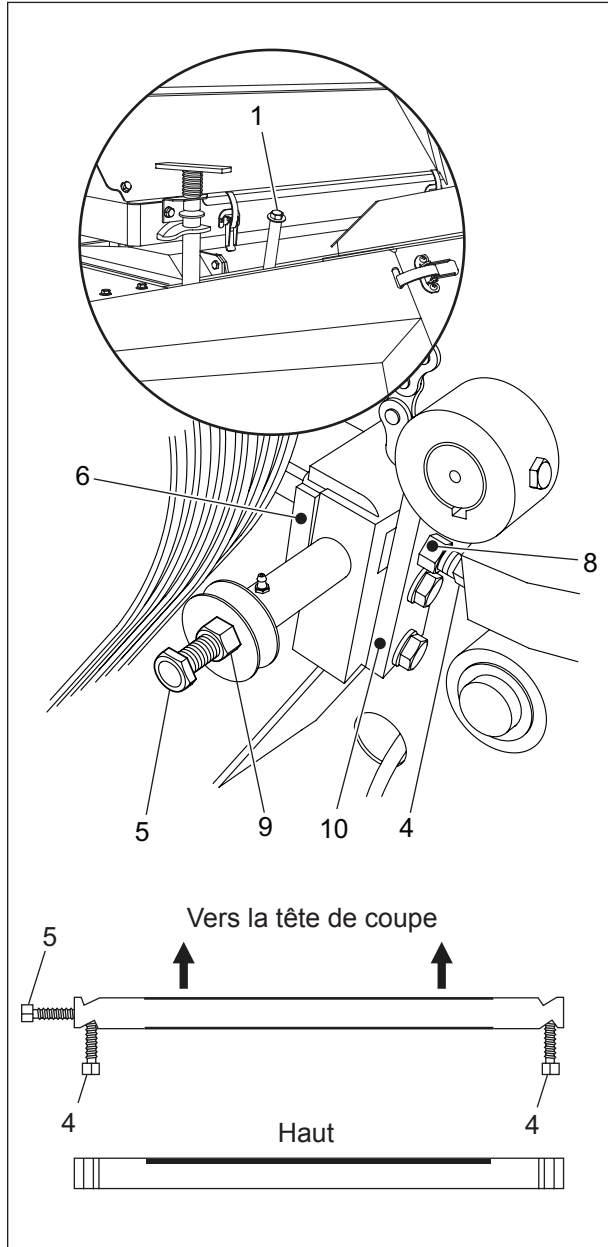

Figure 150 Ajustement initial et remplacement de la barre de cisailment
Pour retirer le nettoyeur, démonter la plaque et l'espaceur (page 116, figure 150, item 10). Si le rouleau lisse (item 4) tourne avec difficulté, ceci causera une usure prématurée de la chaîne et du pignon et amènera également une demande d'énergie supplémentaire et inutile.